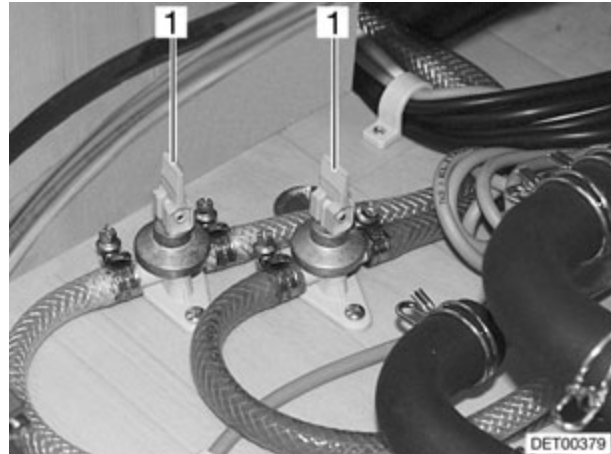

Fig. 109 Llaves de desagüe
- Cerrar las llaves de desagüe. Colocar para ello los balancines (Fig. 109,1) en posición horizontal.
- Abrir las llaves de desagüe. Colocar para ello los balancines (Fig. 109,1) en posición vertical. La caldera se vacía hacia fuera a través de las llaves de desagüe.